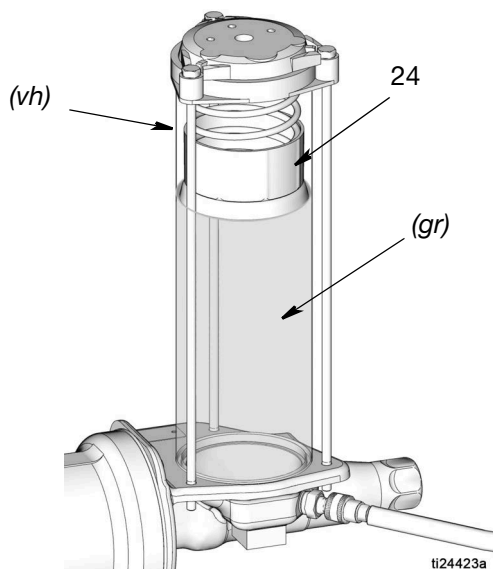

FIG. 5
3. Dispense grasa lentamente desde la bomba de llenado hasta el depósito hasta que la grasa del depósito levante el plato seguidor (24) por encima del orificio de escape (vh) del depósito y comience a salir grasa por el orificio de escape (vh) y salga aire del interior del depósito (FIG. 5).
NOTA: El orificio de escape (vh) se encuentra situado en el lado trasero del depósito y no puede verse en FIG. 5. La ubicación aproximada del orificio de ventilación se identifica como vh en la figura.